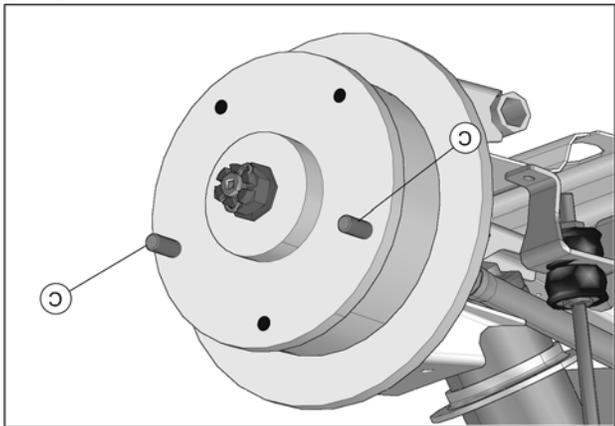
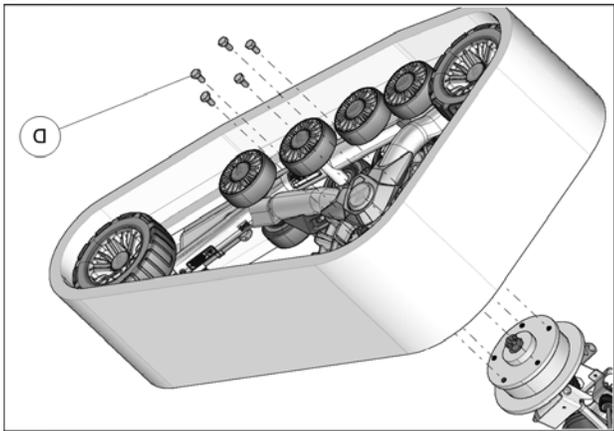

Fig. 7
Fig. 8
ATTENTION: Utiliser les deux goujons filetés (C) fournis afin de positionner le système correctement au moyen de roue. Voir la Fig. 7
7. Fixer le système de traction au moyen de roue arrière, utiliser les boulons de roue fournis (D) dans l'ensemble d'installation. Pour installer le système de traction, placer les deux goujons (C) amovibles fournis à 10 et 2 heures, glisser la chenille sur les goujons et visser trois boulons de roue sur le moyeu. Retirer les goujons amovibles et visser les deux derniers boulons. Voir la Fig. 7 et la Fig. 8